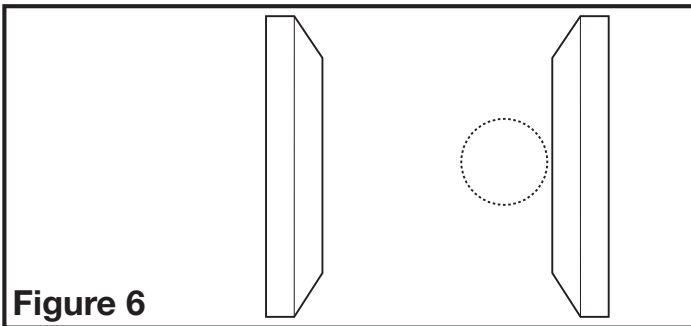

Figure 6
1. Placez le collet / clapet à l'emplacement choisi et tracez un cercle sur la surface. A partir du côté intérieur de la pièce, coupez au travers de la surface. Veuillez noter : Prenez soin de ne pas endommager le plafond et faites une coupe lisse (Figure 6).